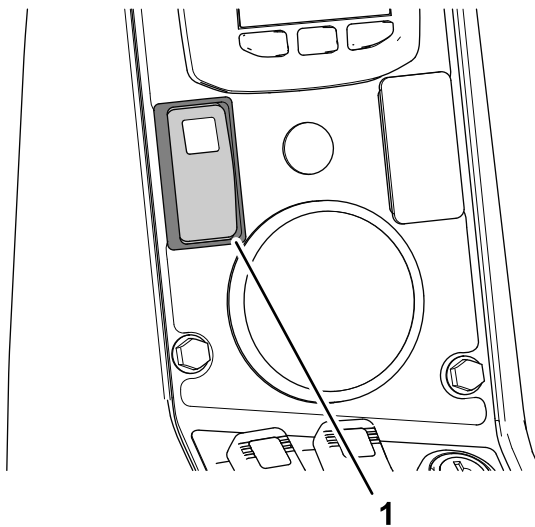

Figura 140
1. Premete il pedale dell'acceleratore per il pieno regime del motore (acceleratore completamente aperto), impostate l'interruttore di blocco della velocità della macchina (Figura 140).